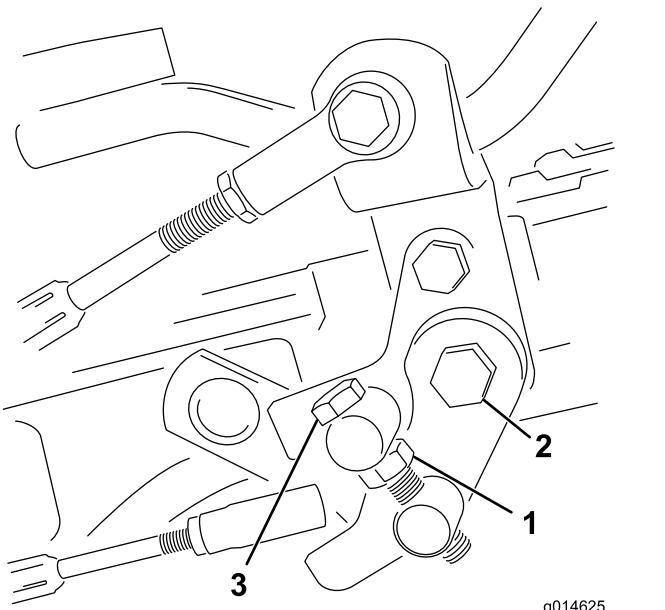

Figura 48
1. Allentate il controdado sul bullone di articolazione (Figura 48).
- Serrate il controdado sul bullone di articolazione e il dado sul perno del pedale per fissare la regolazione (Figura 48). Controllate la messa a punto, e all'occorrenza ripetete la regolazione.